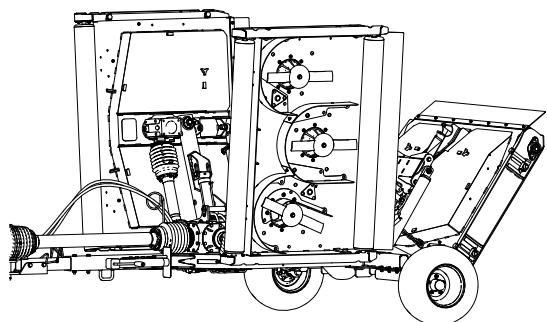

Figure 69
2. Levez les tabliers de coupe et verrouillez-les en position, puis coupez le moteur et enlevez la clé (Figure 69).